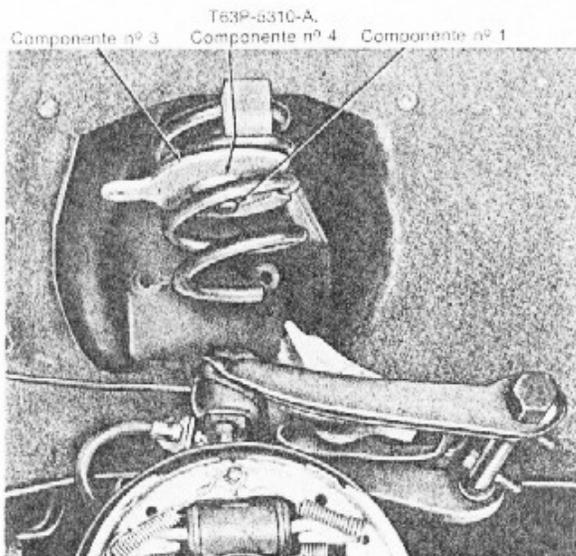

fig. 5 — compressão da mola helicoidal vista inferior
6. Retirar as porcas de fixação do braço superior à torre da mola e mover o braço superior para fora da torre (fig. 5).